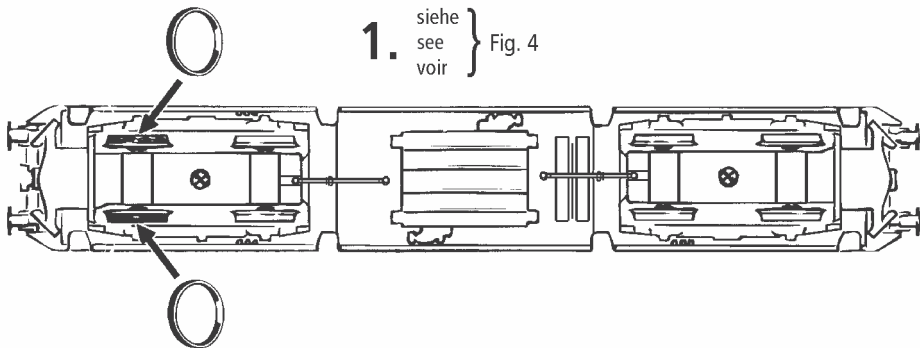

Fig. 9
4. Motorwechsel: Lokgehäuse abnehmen (Fig. 3). Danach wird der Motor ausgebaut und ausgetauscht (Fig. 9).
4. Motor Changing: First remove loco body (fig. 3), and then the motor (fig. 9).